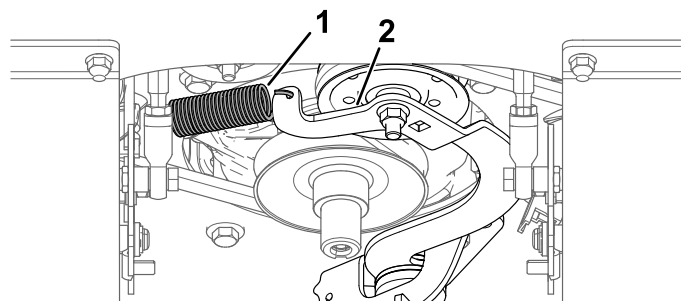

Figura 57
5. Inserite un cricchetto di trasmissione nel foro quadrato del braccio di rinvio per rilasciare la tensione della cinghia (Figura 57).
9. Montate la molla sull'ancoraggio della molla. Utilizzate il cricchetto di trasmissione per applicare tensione alla molla, per consentire alla cinghia di passare sopra il bordo della puleggia tendicinghia (Figura 57).